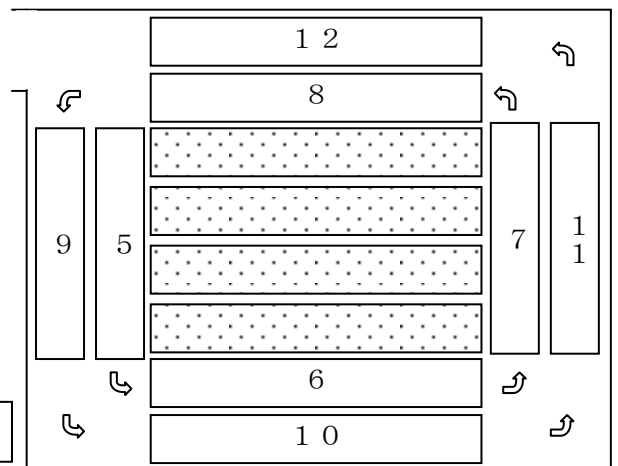

図 2
- ② 第一次植付終了後、枕地の畝たてを行います。（図2）その後、枕地部分の第二次植付を行います。